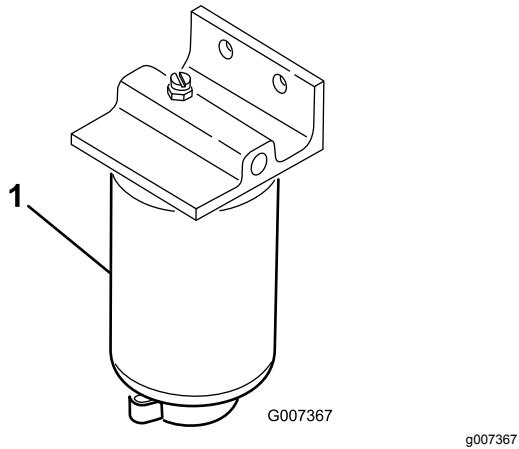

図 38
1. 燃料フィルタの下に汚れのない容器をおく図 38。
2. フィルタの取り付け部周辺をウェスできれいにぬぐう 図 38。